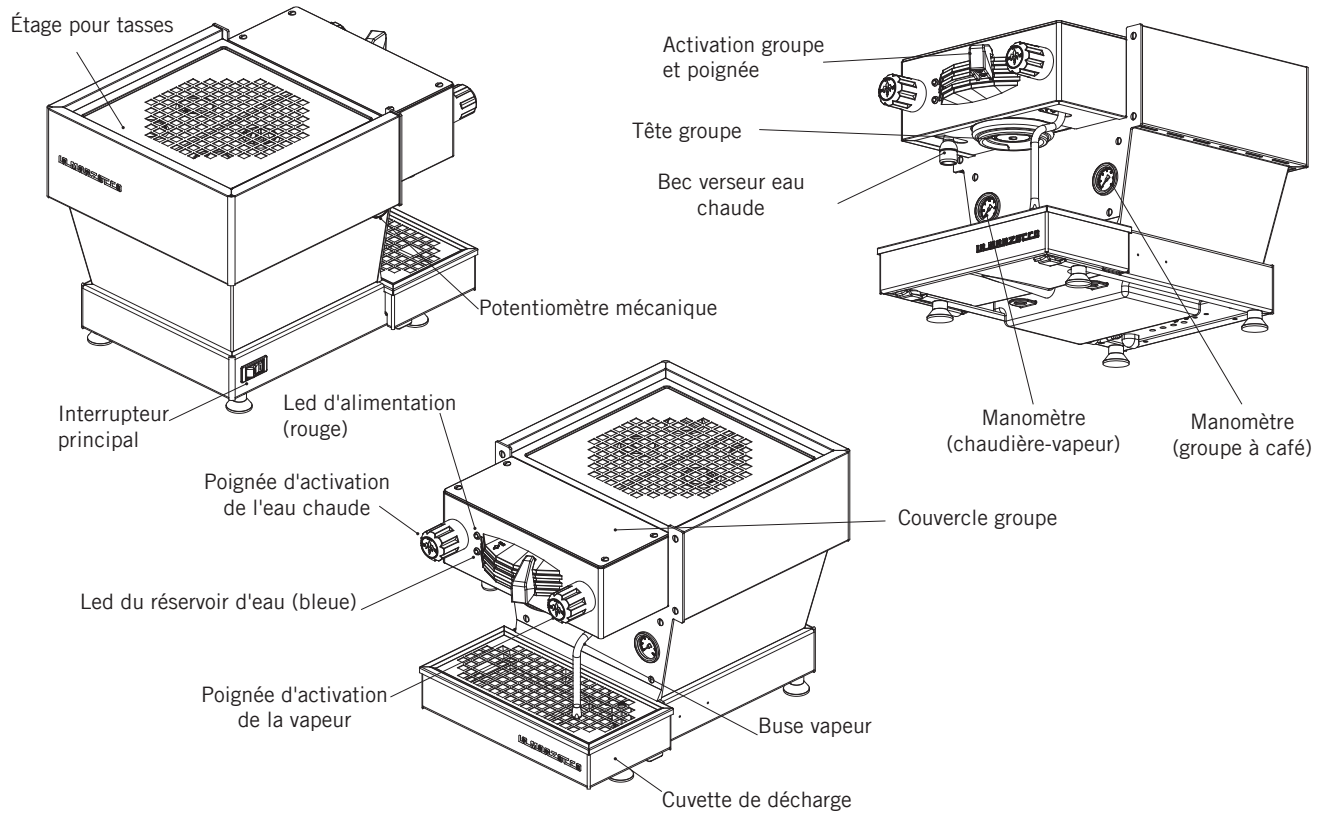

Figure 1 - Description de la Machine
**2. Distribution du café:** Il est à présent possible d'enlever le porte-filtre pour préparer les boissons à base de café. Mettre du café dans le porte-filtre en utilisant un filtre une dose ou deux doses. Presser le café moulu à l'aide du tasseur fourni et installer le porte-filtre sur la linea mini. Déplacer la poignée du panneau de commande de droite à gauche pour commencer la distribution (voir Fig. 1 page 8).